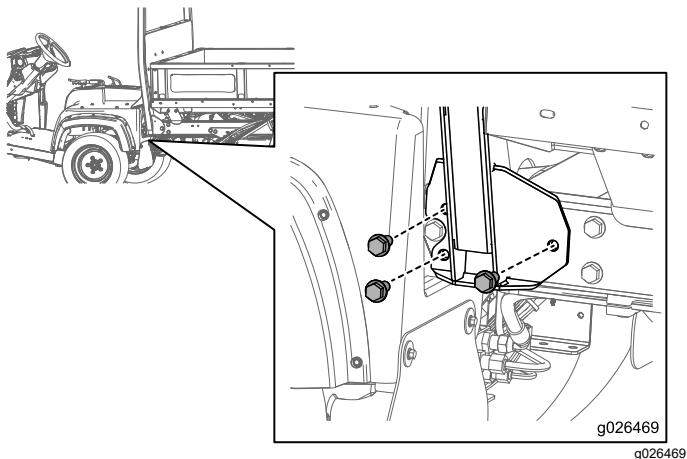
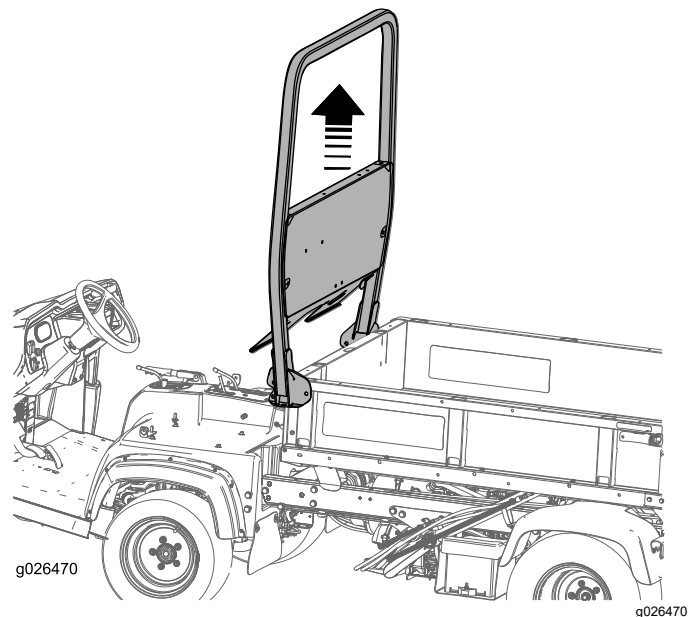

Figure 9
Figure 10
1. Retirez les 6 boulons qui fixent la structure ROPS au cadre de la machine, comme montré à la Figure 9 et la Figure 10.